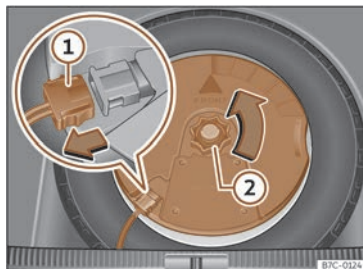

Fig. 230 Dans le coffre à bagages : démonter le subwoofer.
- Déconnectez le câble du haut-parleur subwoofer >>> fig. 230 ①.
- Dévissez la molette de fixation en la tournant dans le sens inverse des aiguilles d'une montre >>> fig. 230 ②.